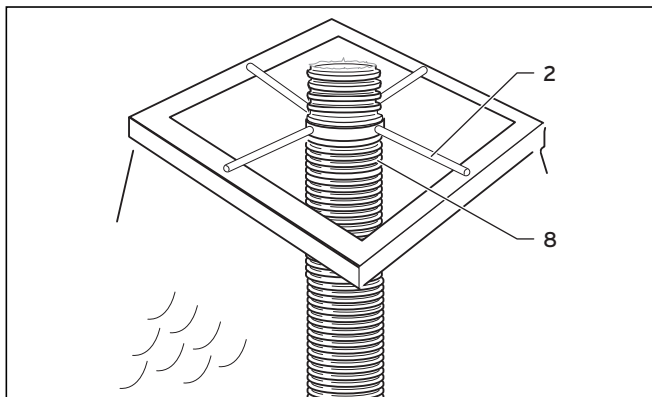

Рис. 4.59 Укороченный гибкий отвод ОГ
- Сдвиньте монтажную крестовину (2) над отвод ОГ (8), на стенку шахты (→ рис. 4.59).